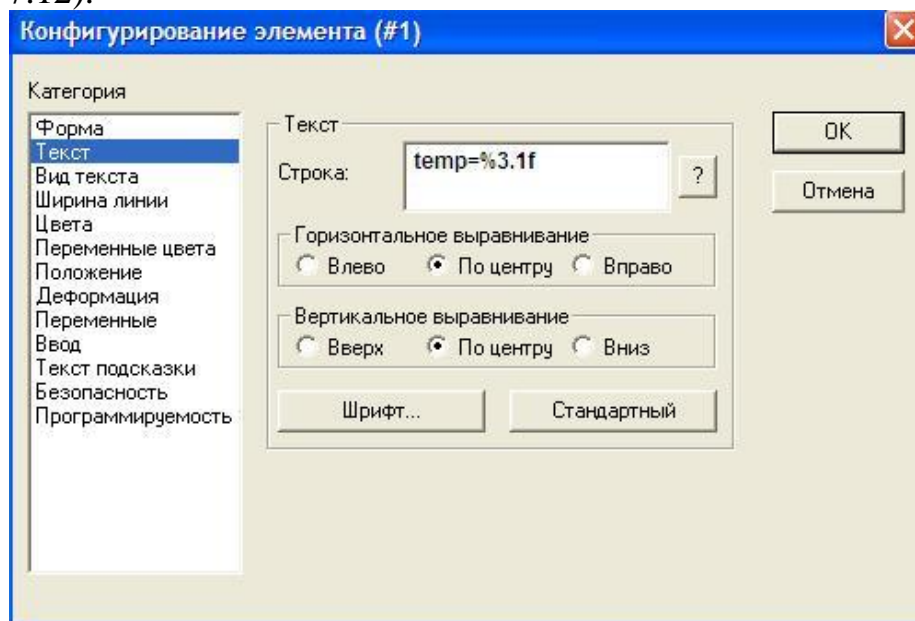

Рисунок 7.12
- В поле 'Рядок' (**Content**) категорії 'Текст' (**Text**) введіть "**temp=%3.1f**" (рис. 7.12).